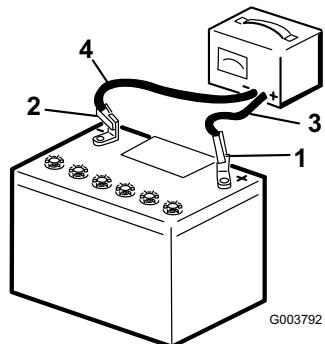

Figure 4
- Ne remettez pas les bouchons d'aération, connectez un chargeur à la batterie (Figure 4) et chargez-la au régime de 4 ampères ou moins pendant 4 heures (12 volts). Ne chargez pas la batterie excessivement.
- Quand la batterie est chargée au maximum, débranchez le chargeur de la prise, puis débranchez les fils du chargeur des bornes de la batterie (Figure 4).